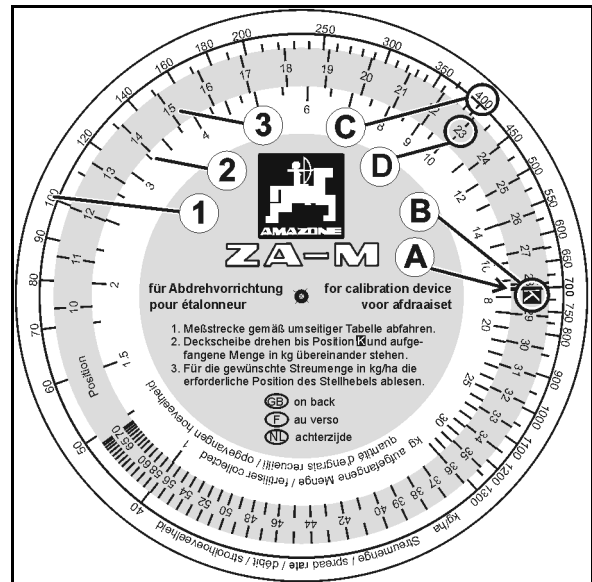

Рис. 65
7. Возьмите в руки логарифмический диск приспособления для установки сеялки на норму высева. По шкале (Рис. 65/2) для собранного количества [кг] найдите числовое значение 17,5 (Рис. 65/A) и установите напротив положения "К" (Рис. 65/B) цветной шкалы (Рис. 65/3).
8. Найдите желаемую норму внесения удобрений (400 кг/га) (Рис. 65/C) на шкале для нормы внесения (Рис. 65/1) и снимите показание требуемого положения заслонки (позиция "23" (Рис. 65/D).